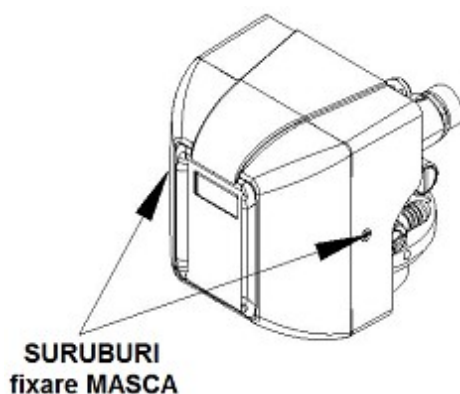

Fig. 19
- slabiti suruburile si indepartati masca si carcasa , ca in fig.19 de mai jos.